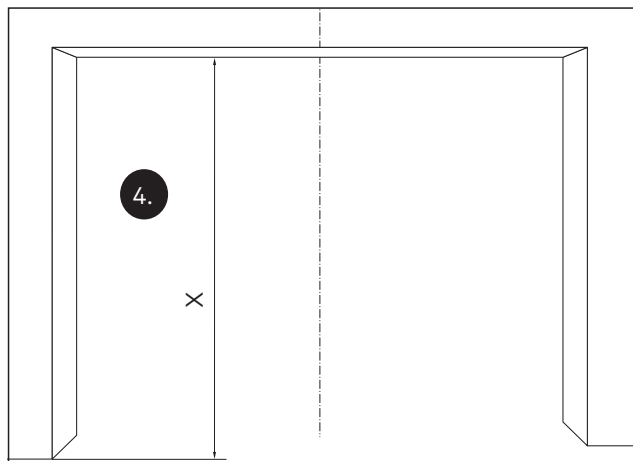

Abb. 15 Den Abstand X auf der Wand anzeichnen
4. Das Maß X vom höchsten Punkt des Fußbodens im Fahrbereich messen und anzeichnen (Abb. 15).